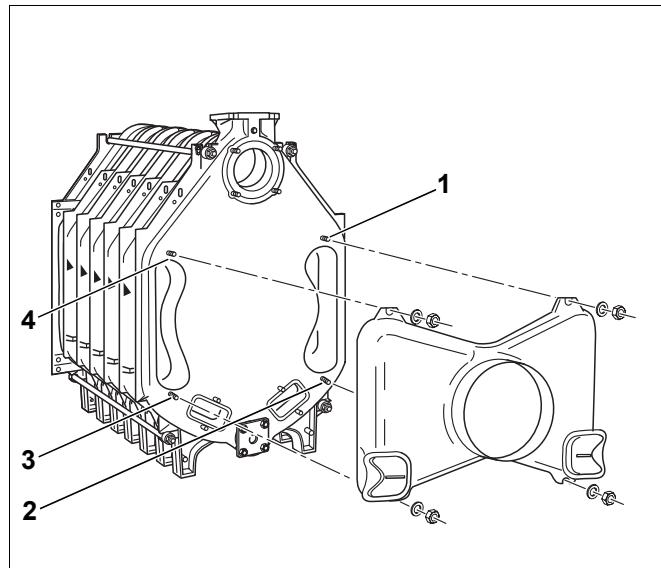

Fig. 29 Montaggio del collettore fumi
- ▶ Posizionare il collettore fumi sui quattro prigionieri dell'elemento posteriore (fig. 29, da [1] a [4]) e avvitarlo con rondelle e dadi.